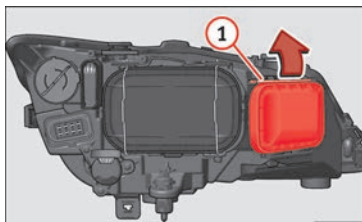

Fig. 108 Ampoule des feux de route.
- Déplacez le tirant » fig. 108 ① dans le sens de la flèche puis retirez le cache.